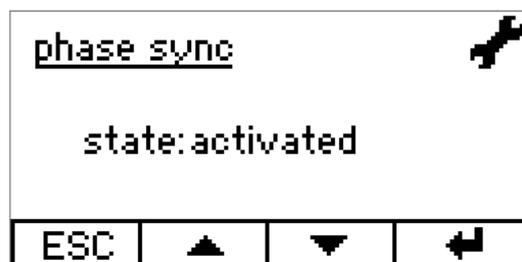

Рисунок 6.2.4. Контекстное меню фазового контроля
5. Появится окно *phase control* (рис. 6.2.4).
Чтобы вернуться к обычному режиму работы ультразвука, выберите подменю *Status: deactivated* в контекстном меню *phase control* (рис. 6.2.4).